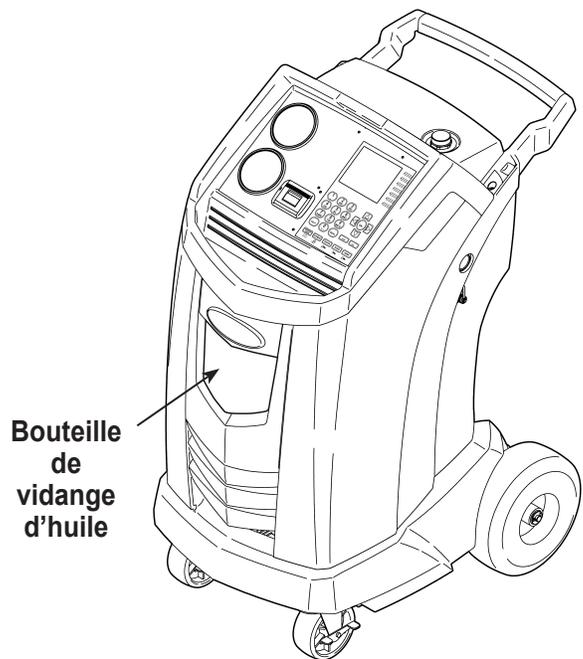

Figure 10
1. Assurez-vous que la bouteille de vidange d'huile située sur le côté de la machine est vide. Reportez-vous à la figure 10. Récupérez le réfrigérant tel que décrit dans le présent manuel sous la rubrique *Récupération du réfrigérant d'un véhicule*.